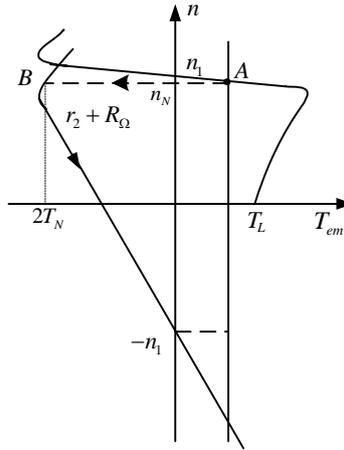

图 7.49 练习题 7.5 图
(2) 根据题意，绘出三相异步电动机的机械特性如图 7.49 所示。